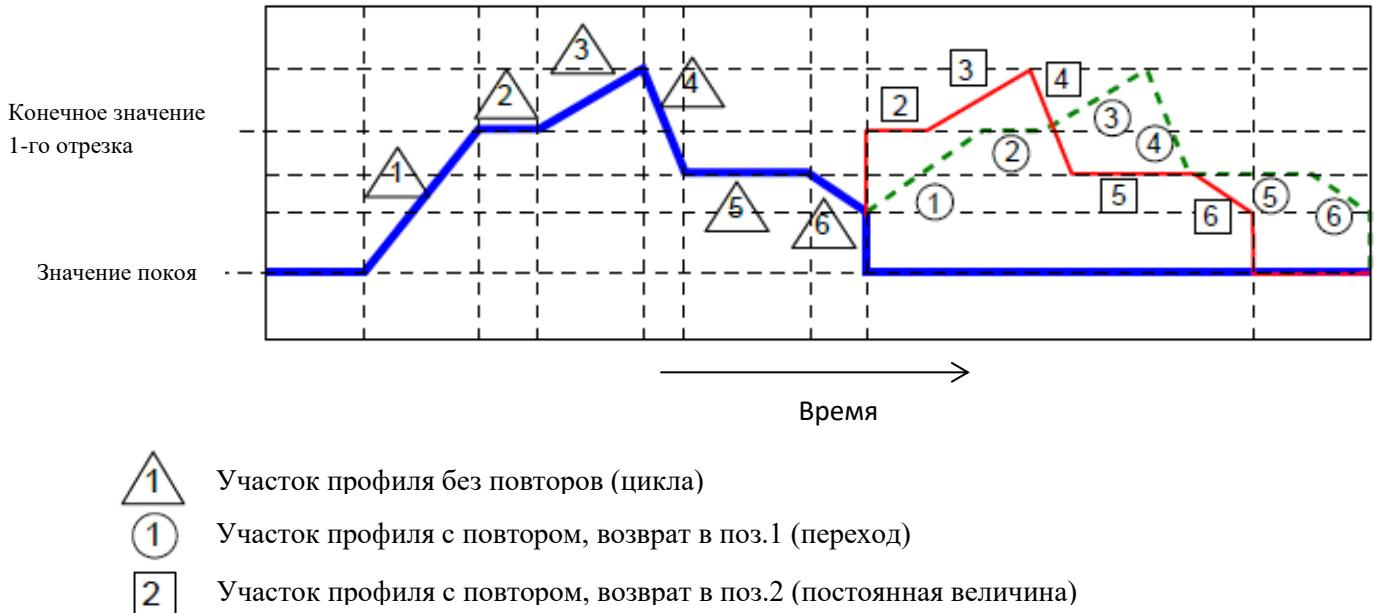

Рисунок 2.64
- если шаг, с которого начинается повтор профиля - переход, то в целом этот шаг является линейным преобразованием выходного сигнала от конечного значения предыдущего шага к конечному значению текущего шага (см. рисунок 2.64, пунктирная линия);
- если шаг, с которого начинается повтор профиля, – постоянная величина, то сигнал профиля быстро изменяется (0,1 с) от конечного значения предыдущего шага к значению текущего шага (см. рисунок 2.64, тонкая линия).